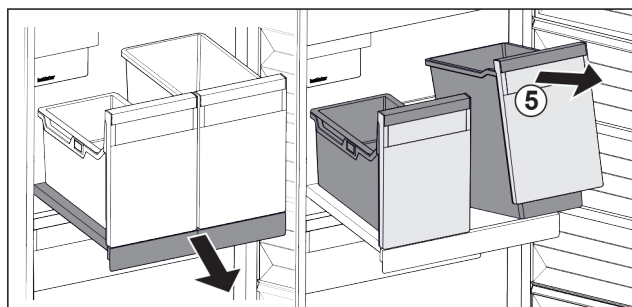

Fig. 80
- ▶ Spremnik Fig. 80 (5) podignite sprijeda.